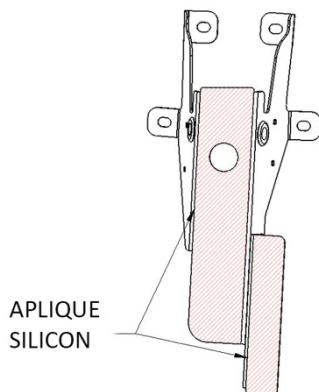

Figura 9
- a. Aplique silicón a las caras del soporte interno (IBD/IBP) (ver figura 9).
- a. Aplique silicón a las caras exteriores del soporte (igual a la figura 9 del paso 7a).
- d. Sujete las secciones de visera externas D/P a la sección C de visera central usando (3) tornillos ¼-20 x ¾" con arandelas planas y tuercas.
- e. Sujete las mitades de visera exterior D/P a los soportes de Oreja EBD/EBP con (2) tornillos pulidos ¼-20, con arandelas y con tuercas en cada lado.